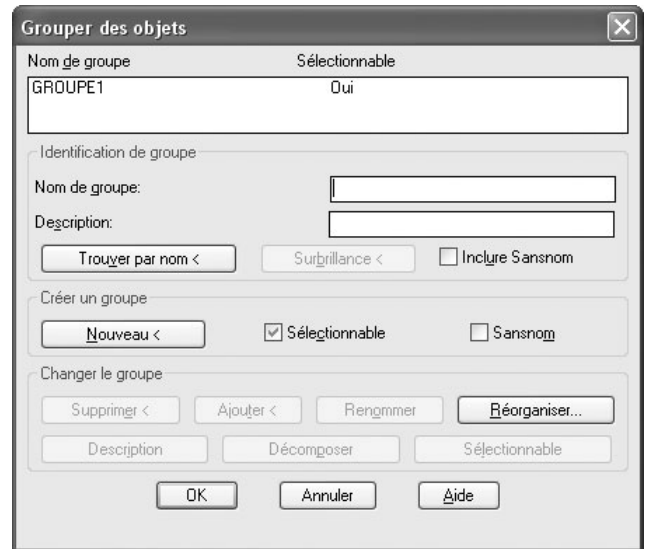

Fig.6.21
- [1] Taper la commande **Groupe** (Group) au clavier (fig.6.21).